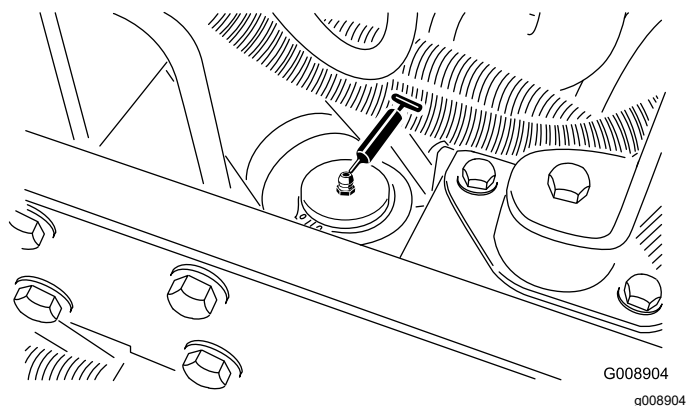

Figura 47
- Cilindro di sterzo (Figura 47)